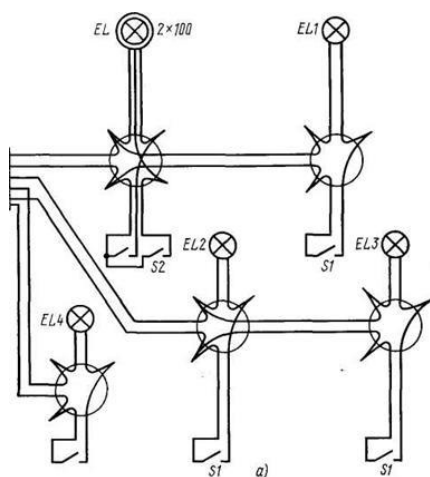

Рисунок 22
2. Составить многолинейную схему розеточной группы рис.22